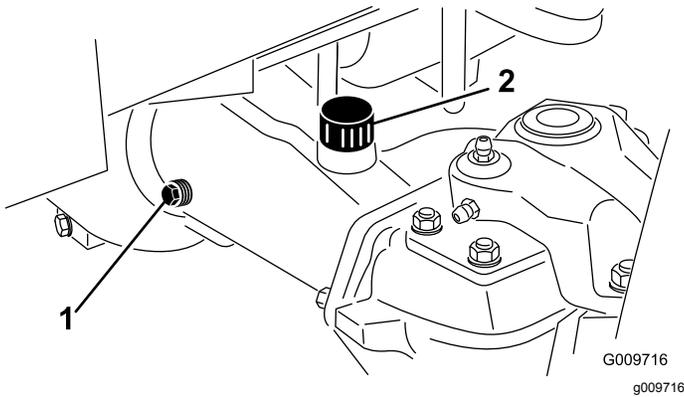

Figura 44
- Retire un tapón de verificación de un extremo del eje (Figura 44) y asegúrese de que el lubricante llega al borde inferior del orificio. Si el nivel es bajo, retire el tapón de llenado (Figura 44) y añada suficiente lubricante para que el nivel llegue al borde inferior de los orificios de los tapones de verificación.